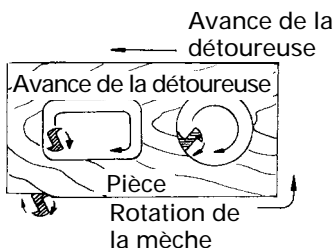

Fig. 15
- (2) Le couteau tourne dans le sens des aiguilles d'une montre (direction de la flèche sur la base). Pour obtenir le maximum d'efficacité au découpage, alimenter la mortaiseuse en se conformant aux directions d'alimentation montrè dans la Fig. 15.